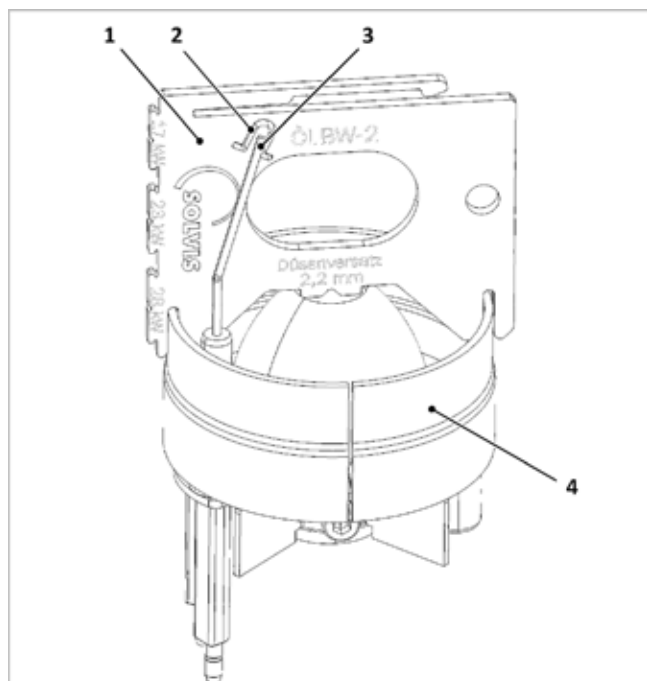

Fig. 120: Controllo degli elettrodi di accensione
1. Posizione degli elettrodi (3) come nella → fig. 120 controllare ed eventualmente correggere piegando con cautela.
2. Controllo della lunghezza minima. L'estremità inferiore della finestra di controllo (2) del calibro di regolazione fornisce la lunghezza minima degli elettrodi di accensione. Se la lunghezza degli elettrodi è solo leggermente questi dovranno essere sostituiti.